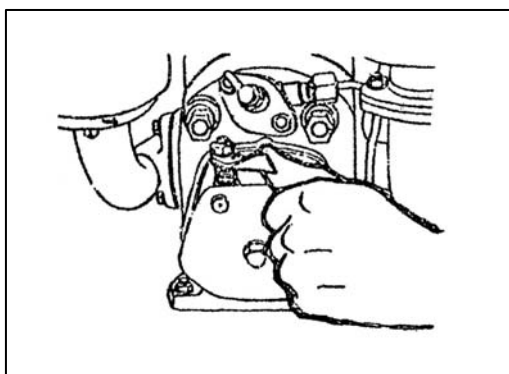

рис. 4
1. Немедленно передвиньте рычаг декомпрессии, чтобы привести в действие декомпрессионное устройство (Рис. 4).